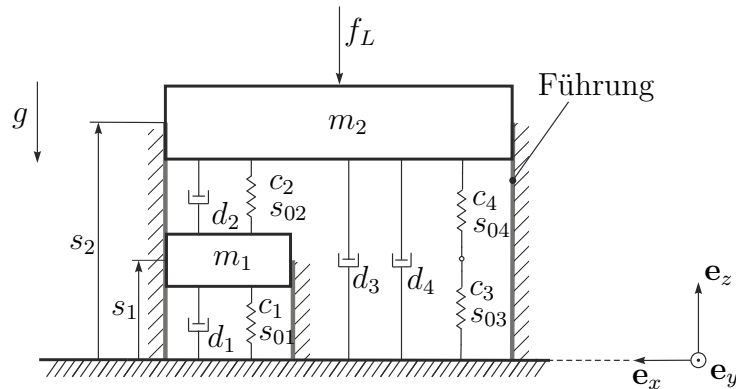

Abbildung 3: Feder-Masse-Dämpfer System mit zwei Massen.
3. Es wird nun das mechanische Feder-Masse-Dämpfer System aus Abbildung 3 betrachtet. 10.5 P. |
Gegeben sind die Massen m_1 und m_2 , die linearen Dämpferelemente mit den positiven Dämpfungskoeffizienten d_1 , d_2 , d_3 und d_4 , die linearen Federelemente mit den positiven Federsteifigkeiten c_1 , c_2 , c_3 und c_4 sowie den entspannten Federlängen s_{01} , s_{02} , s_{03} und s_{04} . Auf beide Massen wirkt die Erdbeschleunigung g . Die Massen sind ideal (reibungsfrei) geführt und somit wird eine Verdrehung der Massen verhindert. Es kann damit nur eine Bewegung in z -Richtung stattfinden, siehe dazu auch Abbildung 3.